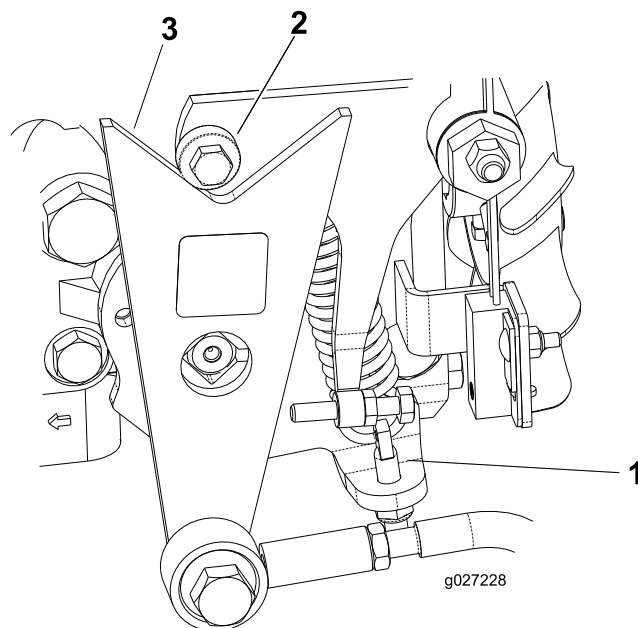

Figure 43
- Si les roues tournent dans le bon sens, arrêtez le moteur et réglez le contre-écrou de la goupille de réglage du ressort (Figure 43). Réglez le point mort de la transmission ; voir Réglage du point mort de la transmission aux roues (page 32).